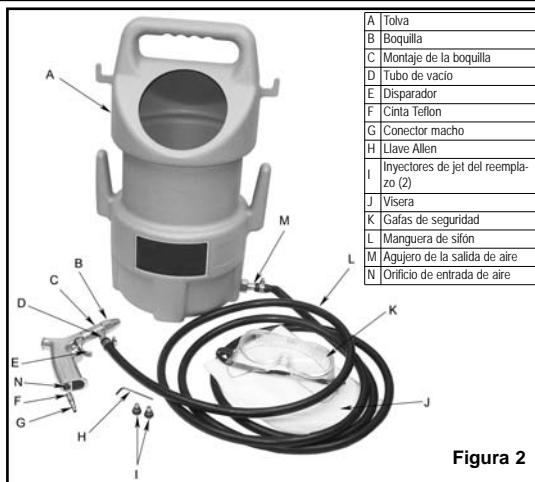

Figura 2
- Instale un conector macho NPT de 1/4" (no incluido) en el orificio de entrada de aire de la herramienta (ver Figura 2). **Nota: Utilice cinta Teflon® en todas las conexiones de rosca.**
- Coloque una de las abrazaderas de manguera sobre la manguera del sifón y empuje el extremo de la manguera del sifón sobre el conector en la parte inferior de la tolva. Apriete la abrazadera de manguera. (Véase Figura 2). **NOTA: Siempre asegúrese de que el orificio de ventilación de aire (M) permanece abierto en todo momento y se enfrenta directamente hacia arriba. Los abrasivos deben fluir libremente desde la tolva hasta la parte a nivel de la manguera, debajo de la tolva.**
- Coloque la otra abrazadera de manguera en el otro extremo de la manguera del sifón y empuje el extremo sobre el tubo de vacío (d). Apriete la abrazadera de manguera. (Véase Figura 2).